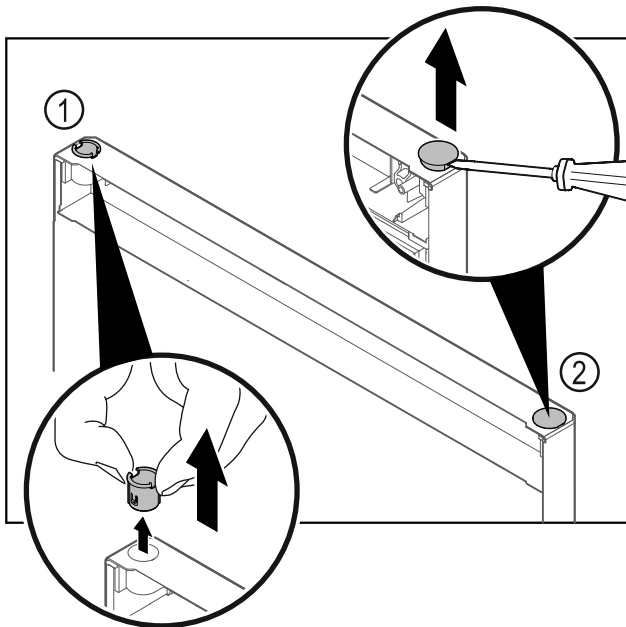

Fig. 20
- Scharnierbus Fig. 20 (1) met de vingers eruit trekken.
- Afdeksop Fig. 20 (2) voorzichtig met een sleufschroevendraaier optillen en eruit trekken.